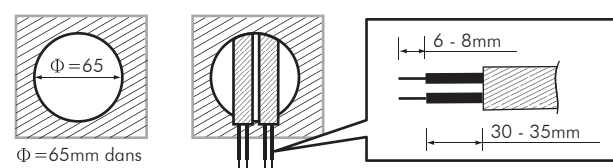

FIG. 9
- 3.4.2.1 Pour installer le détecteur, veuillez faire un trou de 65 mm de diamètre dans le panneau-plafond et garder le câble d'alimentation à l'extérieur. Veuillez dénuder la gaine du câble sur environ 6 - 8 mm pour effectuer le câblage électrique (Voir FIG.9).